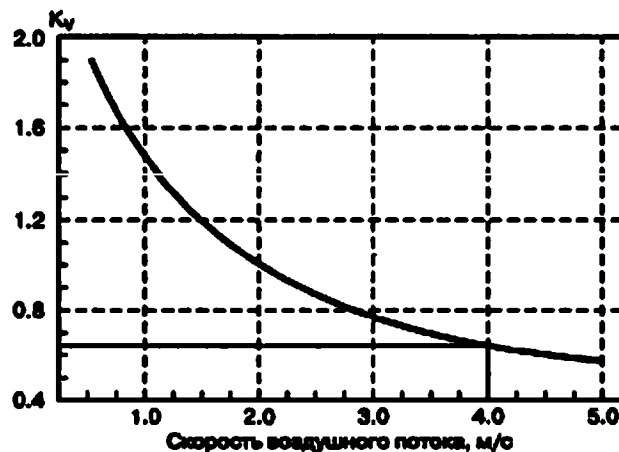

Рис. 2.32. Поправочный коэффициент на скорость воздушного потока
- скорость воздушного потока (рис. 2.32),